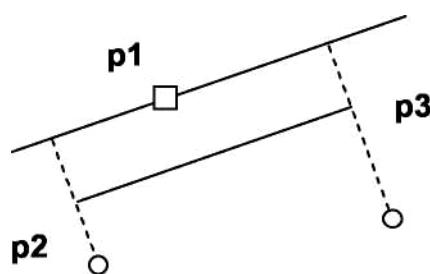

Рис. 1.9. Построение отрезка, параллельного заданной прямой
- задать численное значение расстояния между параллельными прямыми в панели свойств окна «Расстояние»; в) указать графическим курсором две точки **p2** и **p3**, принадлежащим вспомогательным прямым, ограничивающим длину параллельного отрезка (рис. 1.9).